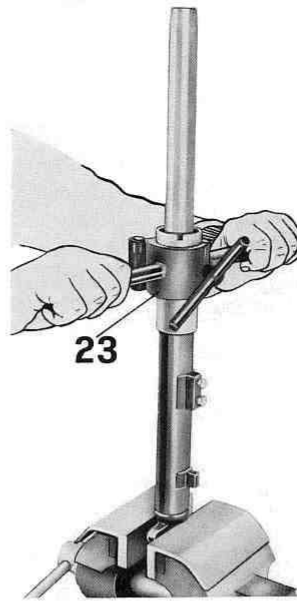

Fig. 75
- il braccio completo di gambale. Il braccio va posto in morsa e a mezzo attrezzo numero 24912725 (23 di fig. 75) smontare l'astuccio. Dall'astuccio levare:
- il gambale in morsa e a mezzo apposito attrezzo n. 24912725 (23 di fig. 75) avvitare l'astuccio sul gambale.